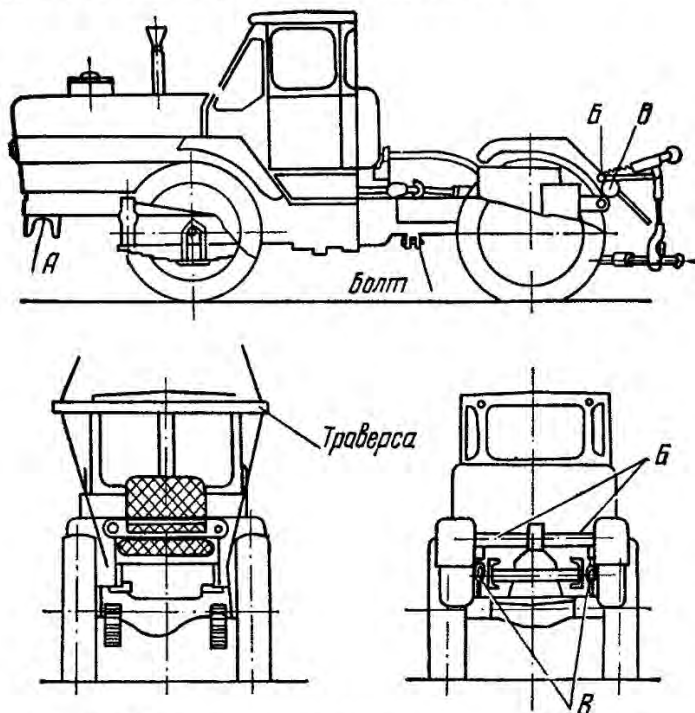

Рис. 13. Схема зачаливания колесного трактора при перемещении его грузоподъемными средствами.
6. Чтобы зачалить переднюю часть колесного трактора, следует подвести трос под передний брус между двумя его выступами в месте А (рис. 13) и закрепить к специальной